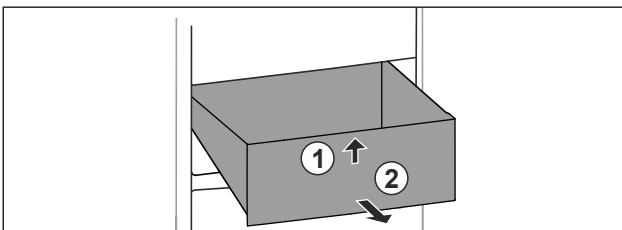

Fig. 136
- ▶ Підняти висувний ящик спереду. Fig. 136 (1)
- ▶ Вийняти висувний ящик рухом вперед. Fig. 136 (2)